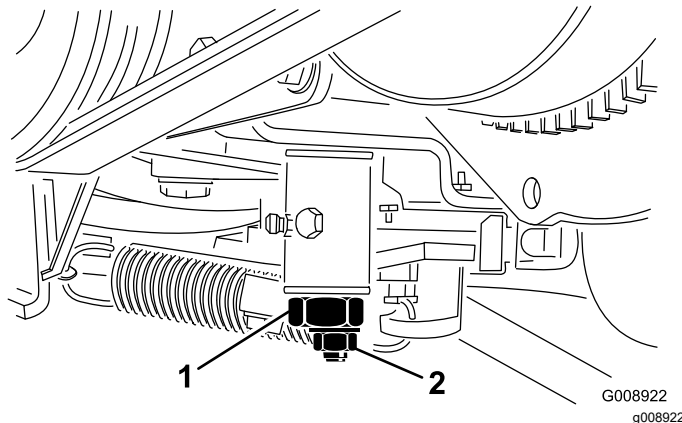

Figura 57
4. Afloje la contratuerca de la leva de ajuste de tracción (Figura 57).